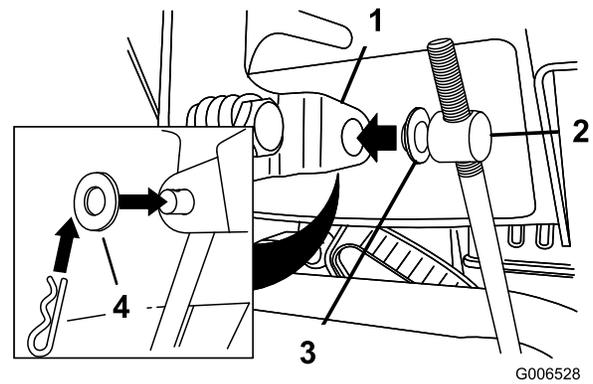

Figure 12
3. Retirez la goupille fendue et la rondelle extérieure du tourillon à l'extrémité supérieure de la tige de commande de vitesse (Figure 12).
Remarque: Pour faciliter l'installation, laissez la rondelle plate sur le tourillon (Figure 12).
6. Soulevez la tige de commande de vitesse et insérez le tourillon dans le trou du levier sélecteur de vitesses (Figure 12).
- B. Retirez le tourillon du sélecteur de vitesses (Figure 12).
- C. Tournez le tourillon vers le bas (sens horaire) sur la tige de commande de vitesse (Figure 12).
D. Remettez le tourillon sur le sélecteur de vitesses (Figure 12).
- C. Tournez le tourillon vers le haut (sens antihoraire) sur la tige de commande de vitesse (Figure 12).
- D. Remettez le tourillon sur le sélecteur de vitesses (Figure 12).